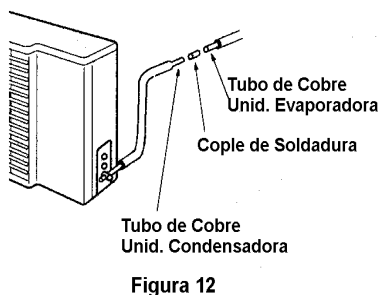

Figura 12
- Utilizando un cople entre el tubo de cobre de la unidad Fan Coil y el tubo de cobre utilizado para la instalación. Ver Figura 12.